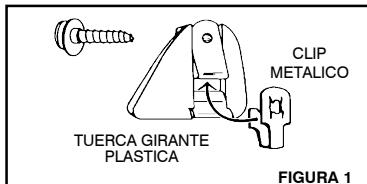

FIGURA 1
PASO 1 (FIGURA 1)
Remueva los 8 tornillos de la compuerta trasera instalados en la fábrica. (Marcados con una "X" en la FIGURA 1). Guárdelos para usarlos más adelante.
Centre la cubierta de la compuerta trasera (FIGURA 1) en la compuerta de la camioneta. Gire la cubierta en un ángulo y deslícela por debajo del borde de la cubierta de la baranda de la camioneta. Alinee los agujeros pretaladrados en la cubierta de la compuerta con los ocho agujeros de la compuerta de la camioneta.
1. Monte los sujetadores del Bedliner “Liner-Lok”, deslizando el clip metálico sobre la tuerca girante plástica (Vea Figura 1).